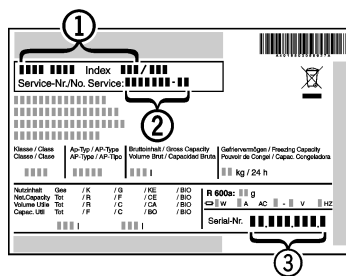

Fig. 34
- ▶ Denominación del aparato Fig. 34 (1), nº del servicio técnico Fig. 34 (2) y nº de serie Fig. 34 (3) en la placa de identificación. La placa de identificación se encuentra en la parte interior izquierda del aparato.
- ▶ Informe al servicio postventa e indique el fallo, la denominación del aparato Fig. 34 (1), el nº del servicio técnico Fig. 34 (2) y el nº de serie Fig. 34 (3).